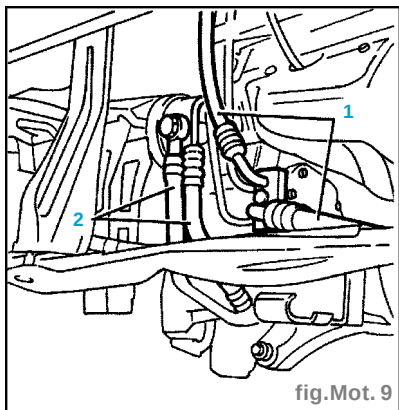

fig. Mot. 9
- Débrancher les tuyaux d'entrée et de sortie au niveau du compresseur (1) (fig. Mot. 9).